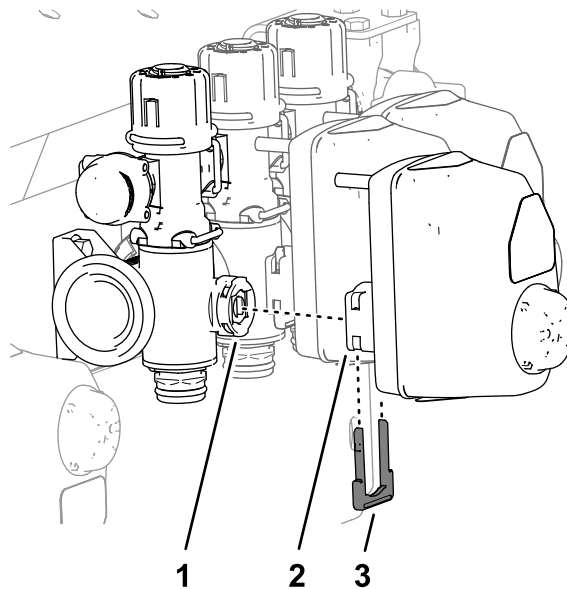

Figura 48
1. Rimuovete il fermo che fissa l'attuatore alla valvola del collettore del gruppo valvola della sezione (Figura 48).
2. Togliete l'attuatore dalla valvola del collettore (Figura 48).